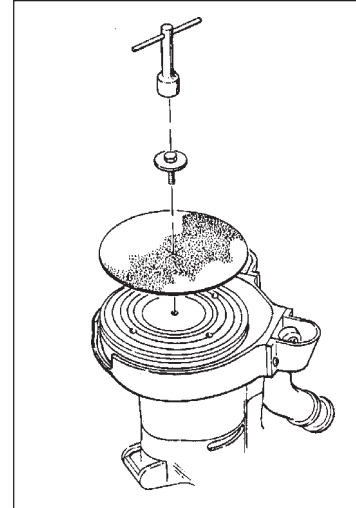

Figure 1
1. Retirer la vis et la bride retenant l'abrasif. Centrer l'abrasif sur le patin, fixer la bride et visser la vis (Figure 1).